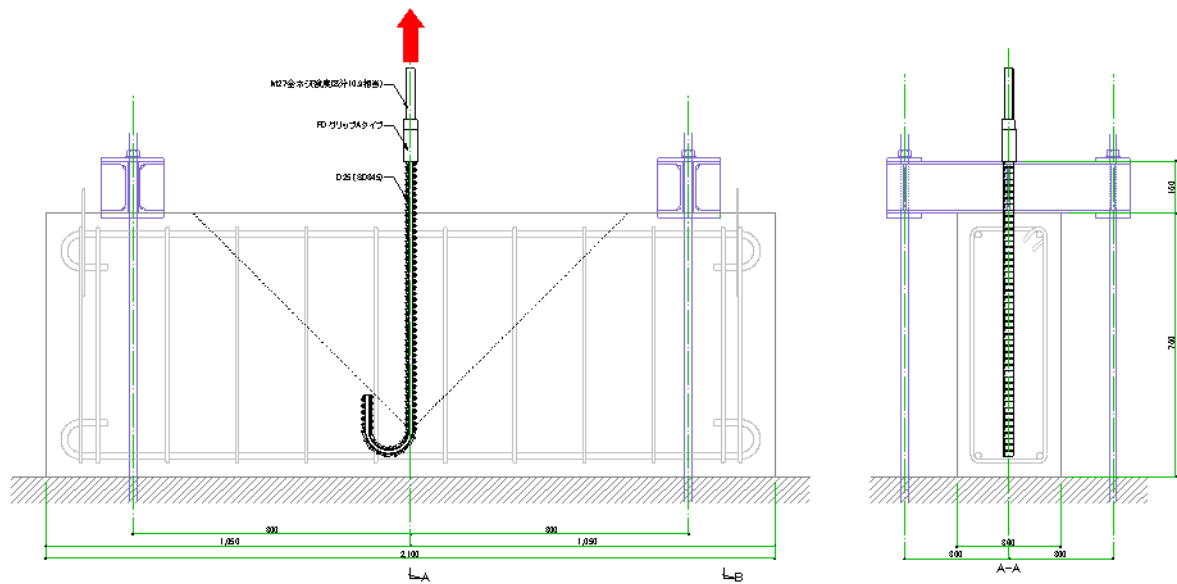

図 2.1 : TDFG 試験体の詳細 (mm)
(1) 試験体の詳細は、表 2.1 及び図 2.1 に示す。